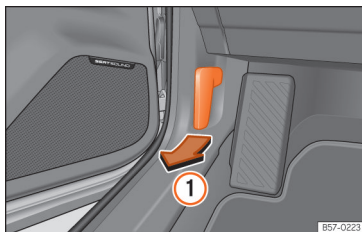

Abb. 13 Eintriegelungshebel im Fahrerfußraum.
- Öffnen Sie die Tür und ziehen Sie an dem Hebel unterhalb der Instrumententafel »» **Abb. 13 ①**.